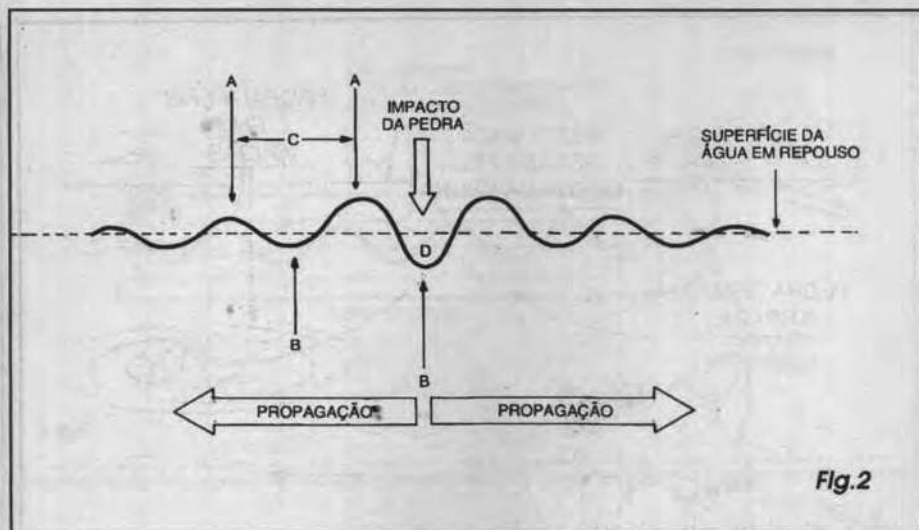

Fig.2
- FIG. 2 - ENTRANDO NA ÁGUA ATÉ O ZÓIO... - Se o caro leitor/aluno pedir para um amigo executar a ação proposta na FIG. 1 (atirar a pedra...) e esperar o acontecimento mergulhado na água, de maneira que seus olhos fiquem bem próximos à superfície do lago (se o amigo tiver má pontaria, você levará a pedrada na cabeça e daí poderá fazer algumas análises astronômicas a partir das estrelas que verá...), poderá observar de lado (para usar palavras mais científicas, dizemos em corte, ou em perfil...) o fenômeno ondulatório...! Conforme mostra o diagrama, será visto um padrão no qual se evidencia centralmente o ponto de impacto da pedra sobre a superfície elástica da água (essa elasticidade se deve à tensão superficial da água, que a faz ficar lisinha quando em repouso, não submetida a qualquer força ou impacto...), local em que o líquido é pressionado para baixo, com força, aparecendo uma nítida depressão (D). A elasticidade natural do meio (água) faz tudo para que o líquido retorne ao seu nível normal, subindo e - com isso - comprimindo o meio adjacente, gerando cristas (A) que, por sua vez, devido à ação da gravidade, tendem a novamente descer, gerando novas depressões (B), seguidas de outras compressões e depressões que vão se espa-
alto-falante! Já vimos, em *distante lição* que o dito *cone* funciona graças aos efeitos magnéticos da corrente elétrica, com uma bobina imersa em campo produzido por um ímã permanente, solidária com um cone amplo e flexível, o qual se movimenta quando a dita bobina é percorrida por pulsos elétricos... Quando o dito cone, flexível, se movimenta *para a frente e para trás* de forma brusca, sua relativamente grande superfície gera - respectivamente - *compressões e depressões* no ar que o cerca, partindo tais manifestações do *ponto gerador* (o centro do cone...) e se propagando na forma de *ondas*, cujo *perfil* (se pudesse ser *visto*...) pode ser diretamente comparado ao mostrado na **FIG. 2**...! Assim como ocorre no exemplo da pedrada sobre a água, as perturbações ou ondas *através* do meio, são *mais fortes* junto ao ponto gerador, decaindo em intensidade à medida que dele se afastam...